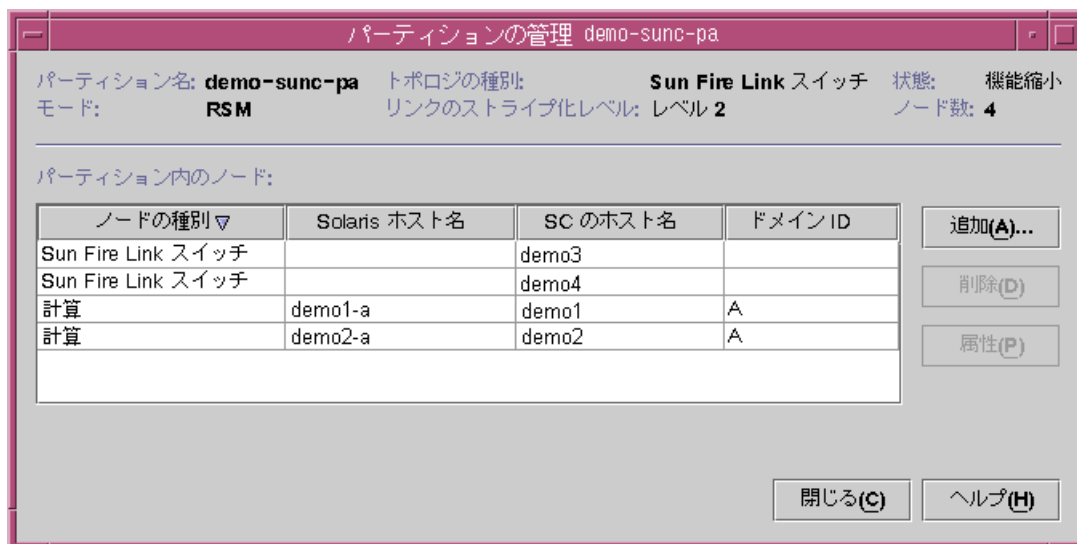

図 7-1 選択したパーティション内のノード一覧からなる「パーティションの管理」ダイアログボックス
4. 「パーティションの管理」ダイアログボックスで、削除するノードとスイッチを選択します (図 7-1 を参照)。